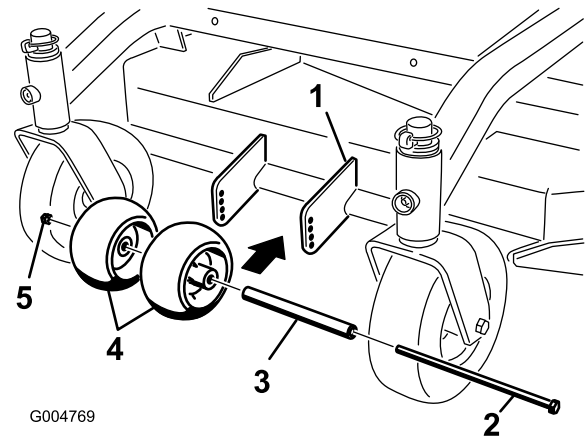

Figura 14
- Después de ajustar la altura de corte, revise los rodillos para asegurarse de que hay una separación mínima del suelo de 10 mm (Figura 14).
- Si es necesario realizar ajustes, retire el perno, las arandelas y la tuerca (Figura 14).
- Seleccione un taladro para que los rodillos tengan una separación mínima del suelo de 10 mm (Figura 14).
- Instale el perno y la tuerca (Figura 14).